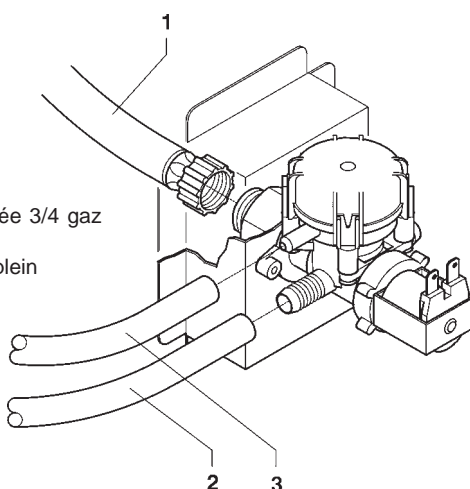

Fig. 14
Avec un tube approprié, à même de supporter la pression de réseau, et du type reconnu pour emploi alimentaire avec un diamètre interne d'au moins 6 mm, relier le réseau au raccord 3/4" gaz de l'électrovanne de l'arrivée d'eau (voir fig. 14).
L'électrovanne d'entrée de l'eau (voir fig. 14) est équipée d'un dispositif anti-débordement, qui bloque mécaniquement l'entrée d'eau lors d'une panne de l'électrovanne ou du mécanisme de contrôle du niveau d'eau dans la chaudière. Pour rétablir le service normal, procéder de la manière suivante :
- dévisser l'écrou de fixation du tuyau d'alimentation de l'électrovanne pour décharger la pression résiduelle du réseau puis le resserrer (voir fig. 14) ;